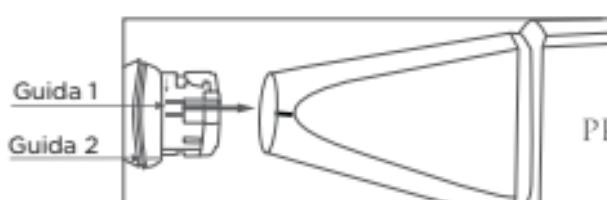
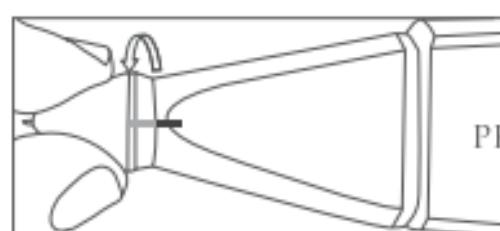

Fig. 2a
Fig. 2b
- Per inserire una nuova punta per la sonda, posizionare la Guida 1 come mostrato nella Fig. 2a, farla scorrere e ruotare in senso orario per allineare la Guida 2 con la guida indicata sul corpo principale per fissarla come mostrato nella Fig. 2b